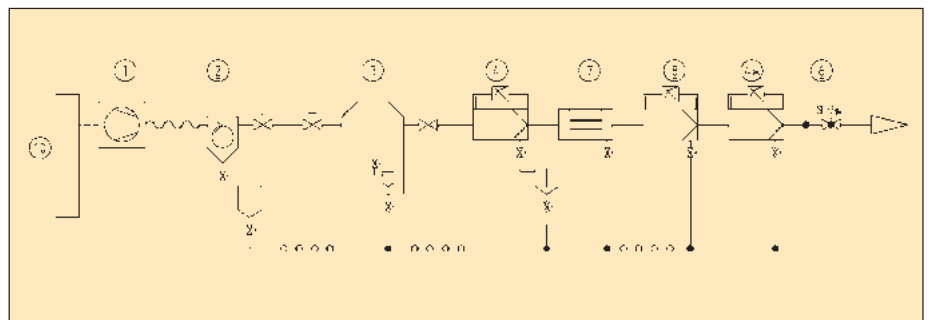

Abb. 5: Druckluftaufbereitung für Anwendungen mit Kontakt zum Produkt bei sauberem Netz.
2.1 Neues oder gereinigtes Netz. Hier kann zentral aufbereitet werden, nur kommt statt des Aktivkohlefilters ein Aktivkohleabsorber und zusätzlich ein Staubfilter zum Einsatz (Abb. 5).